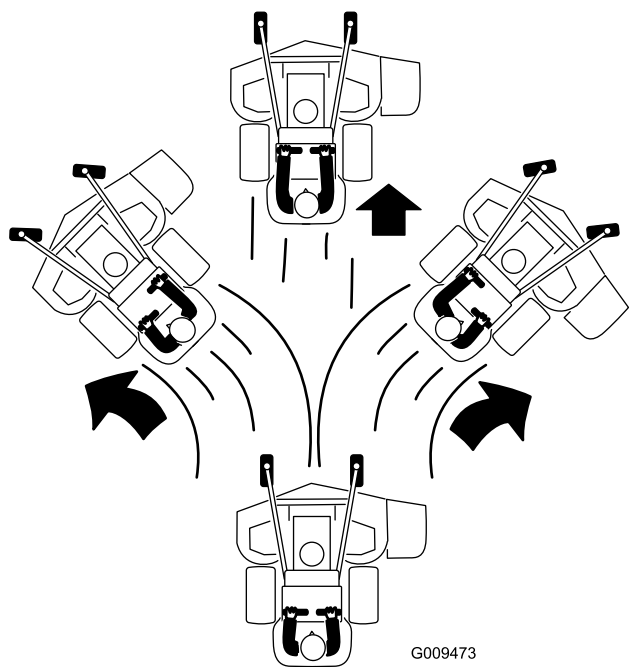

Figura 19
4. Empurre lentamente as alavancas de controlo de movimento para a frente (Figura 19).